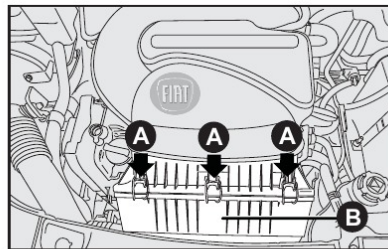

fig. 11
## RESERVATÓRIO DE GASOLINA PARA PARTIDA A FRIO - D-fig. 11 (para veículos equipados com motor flex)
### SUBSTITUIÇÃO - fig. 11,12 e 13
- Soltar os grampos A-fig. 11 e retirar a tampa B-fig. 11 pelo lado esquerdo;